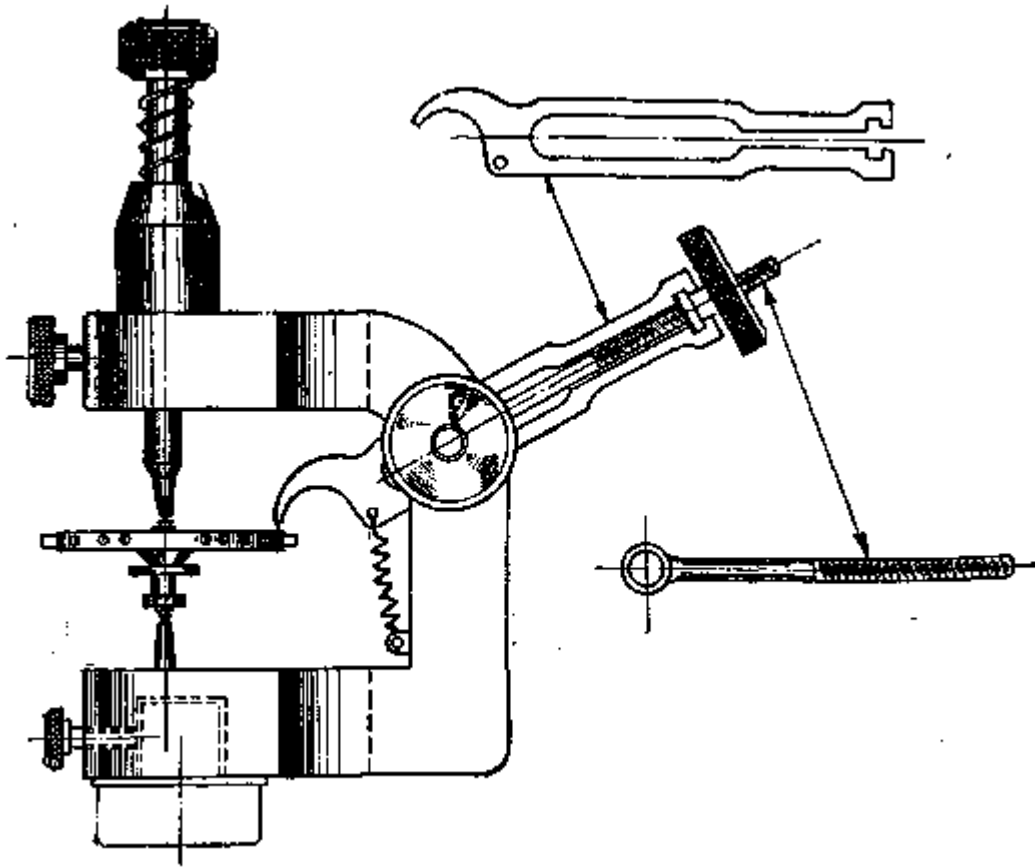

Рис. 87. Специальной станок для проверки баланса
4. Станок для проверки баланса по плоскости (рис. 87), закрепляющийся в тисках. Проверка баланса во всех случаях производится медленным поворотом баланса и наблюдением просвета между остроугольным выступом линейки и ободом.